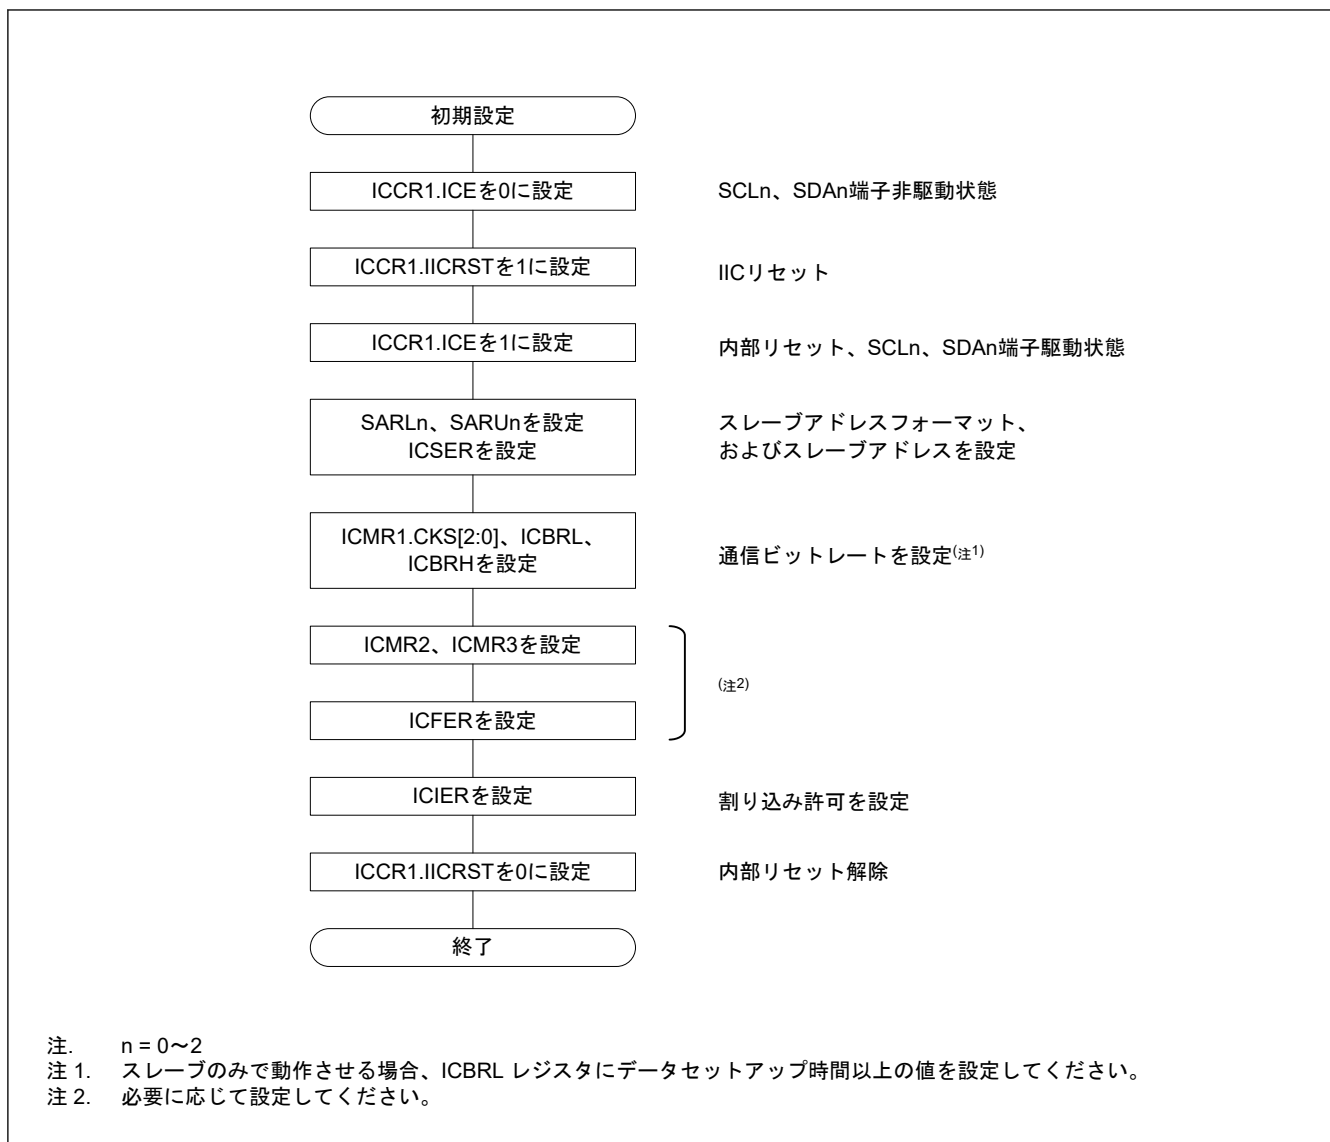

図 25.5 IIC の初期化フローチャート例
データの送受信を開始する前に、図 25.5 に示す手順に従って IIC を初期化してください。
4. SARLy、SARUy、ICSER、ICMR1、ICBRH、および ICBRL レジスタ (y = 0~2) を設定し、必要に応じてその他のレジスタを設定します。IIC の初期設定については、図 25.5 を参照してください。